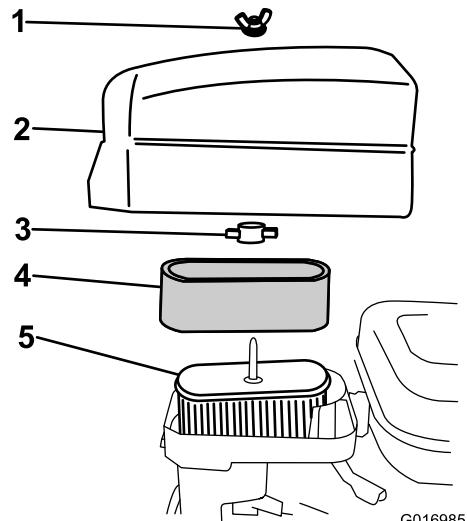

Figura 26
- Se l'elemento in schiuma sintetica è sporco, toglietelo dall'elemento di carta (Figura 26) e pulite accuratamente come segue: